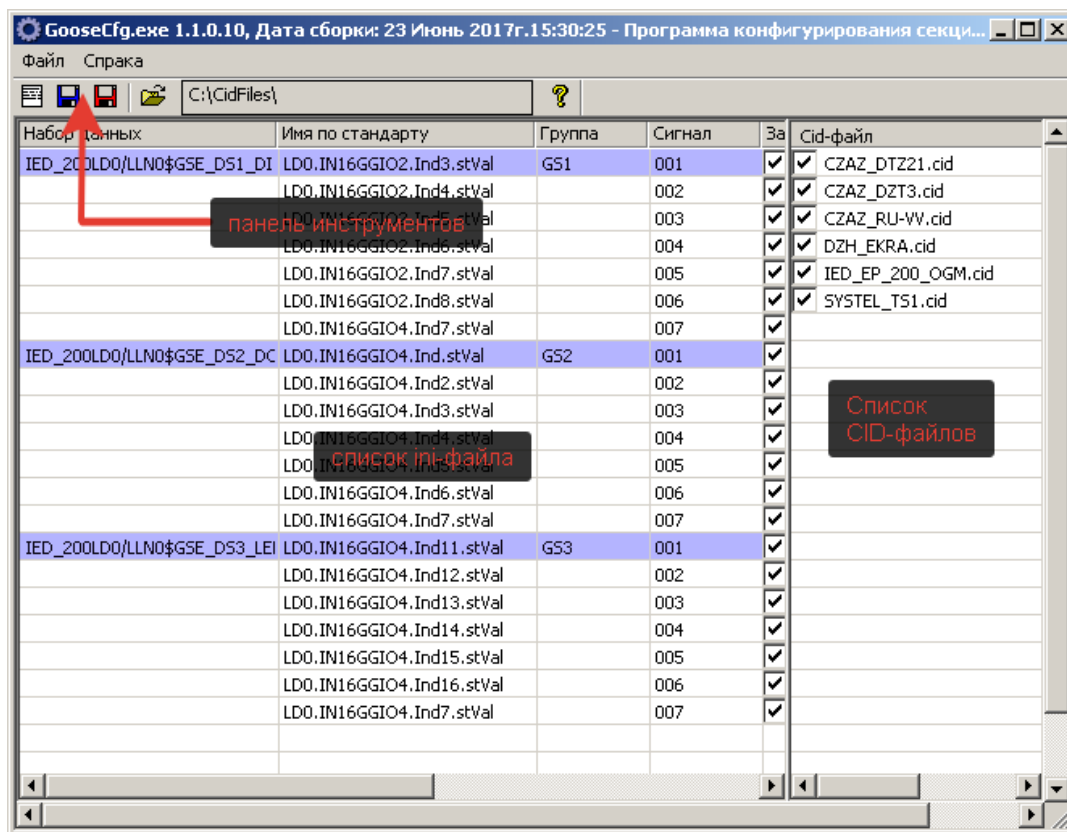

Рисунок 6 – Вид главного окна Программы
- Рисунок 6 – Вид главного окна Программы